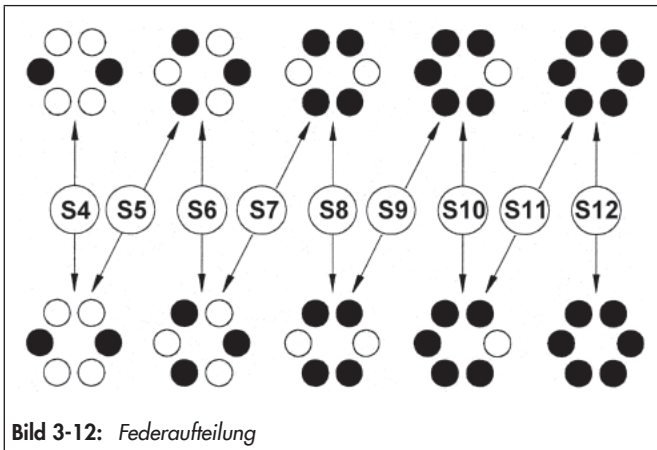
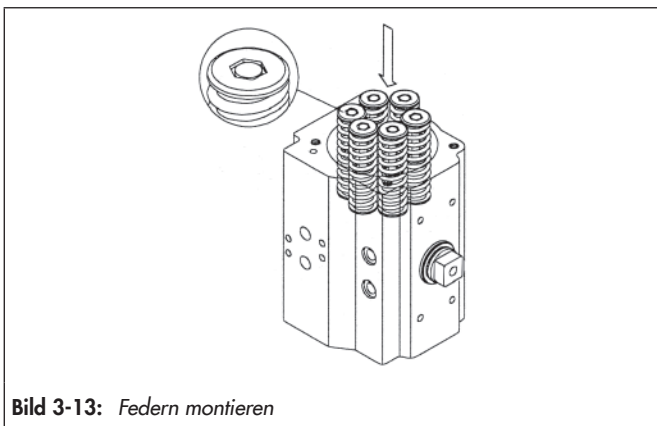
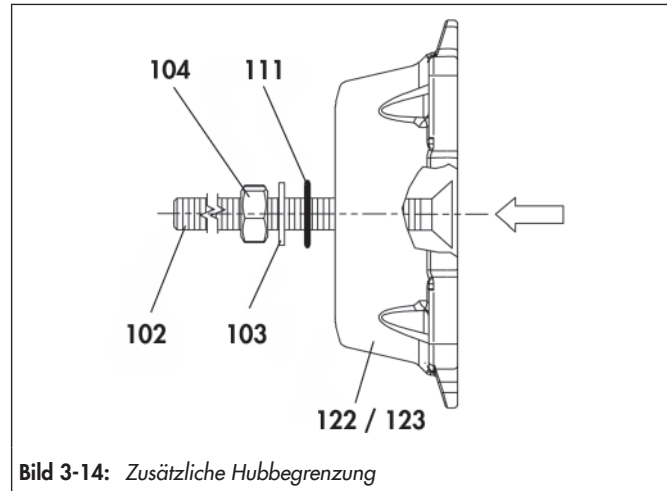

Bild 3-12: Federaufteilung
Bild 3-13: Federn montieren
Bild 3-14: Zusätzliche Hubbegrenzung
(vgl. Bild 3-3, Bild 3-12, Bild 3-13, Bild 3-14 und Bild 3-15)
- ⇒ Bei einfachwirkenden Antrieben die richtige Anzahl der Druckfederpatronen, nach Tabelle im jeweiligen Datenblatt, im Deckel einsetzen, vgl. Bild 3-12 und Bild 3-13.
- ⇒ Einstellschrauben (102) in den Deckeln (122 und 123) einschrauben.
- ⇒ Schraubenkopf an Deckelfläche ausrichten, vgl. Bild 3-14.
- ⇒ Dichtung (111) platzieren.
- ⇒ Unterlegscheibe (103) aufsetzen.
- ⇒ Kontermutter (104) aufschrauben.